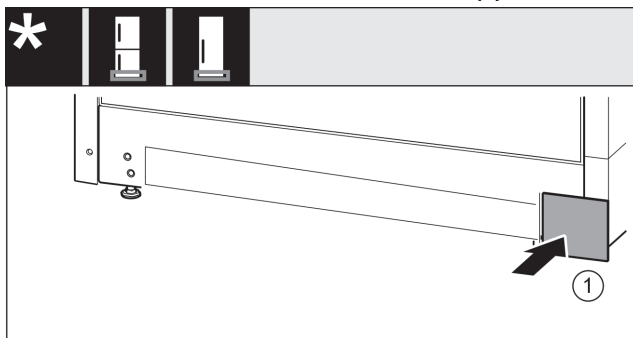

Fig. 37
- ▶ Kryt opäť nasadíte na druhú stranu. *Fig. 37 (1)*